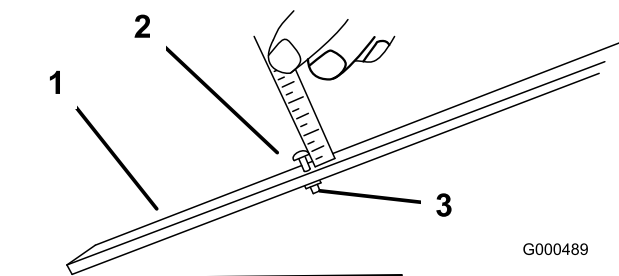

Figura 9
- Desaperte a porca da barra indicadora (Figura 9) e regule o parafuso de ajuste para a altura de corte desejada. A altura de corte corresponde à distância entre a parte inferior da cabeça do parafuso e a superfície da barra.